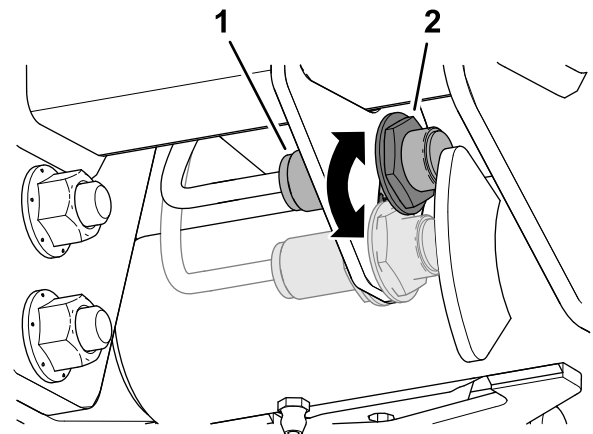

Figure 93
3. Desserrez l'écrou de blocage qui fixe le contacteur du bras de levage sur la plaque de support (Figure 93).